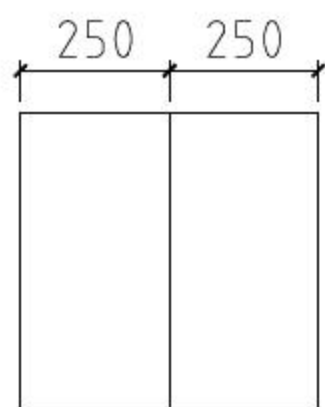

图8-131 绘制线段
**02** 调用L【直线】命令，绘制如图8-131所示的直线。